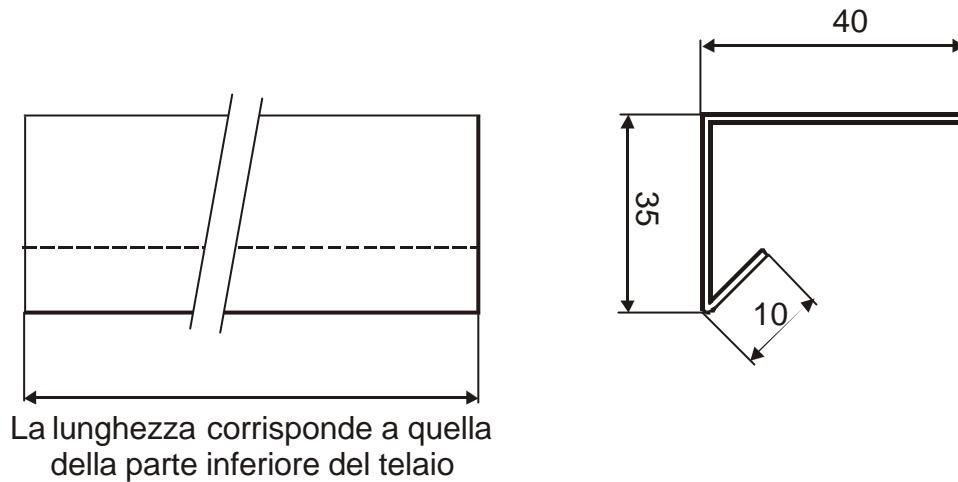

Figura 5.4: Dimensioni del profilo di supporto della lamiera.
8. Per facilitare i lavori di lattoneria intorno al collettore, alla fine dell'installazione, al profilo inferiore di legno sarà fissato un profilo ad angolo per il supporto della lamiera. Questa lamiera dovrebbe essere dello stesso materiale che viene usato per coprire il contorno del telaio. Le dimensioni della lamiera sono riportate nella Figura 5.4.